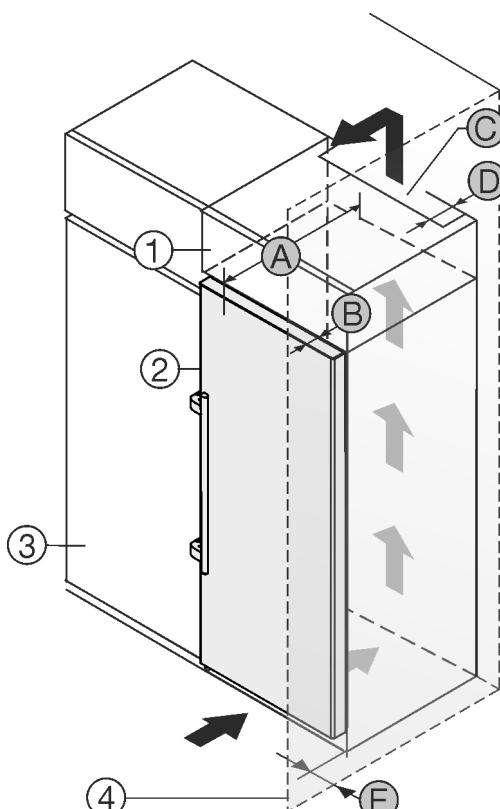

Fig. 2
Ju mund ta instaloni pajisjen direkt ngjitur me dollapin e kuzhinës Fig. 2 (3).*
Në faqen e pasme të dollapit së montimit duhet të ketë një hapësirë ajrimi me thellësi Fig. 2 (D) në të gjithë gjërësinë e dollapit të montimit.*
Nën mbulesën e hapësirës duhet respektuar seksioni tërthor i qarkullimit të ajrit Fig. 2 (C).*
Nëse instaloni pajisjen me mentesha pranë një muri Fig. 2 (4), atëherë duhet që distanca midis pajisjes dhe murit të jetë të paktën 57 mm. Kjo përkon me zgjatimin e dorezës kur dera është e hapur.*
Në mënyrë që dera të mund të hapet plotësisht, duhet që pajisja të dalë jashtë përparrë kanatit të dollapit të kuzhinës sa thellësia e derës Fig. 2 (B). Në varësi nga thellësia e dollapëve të kuzhinës Fig. 2 (3) dhe përdorimi i ruajtësve të distancës nga muri, pajisja mund të dalë më shumë përparrë dollapit.*